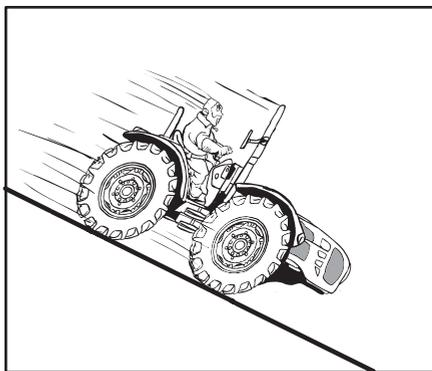

Fig. 2.23
- Inserite una marcia lenta prima di iniziare una discesa od una salita (Fig.2.23).